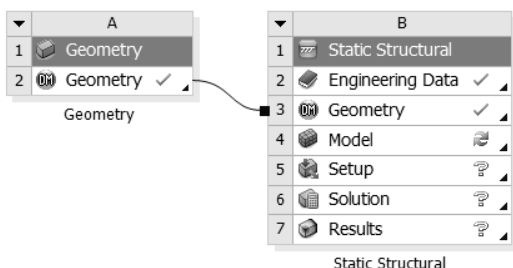

图 13-47 项目数据共享
Step2 : 此时会出现如图 13-47 所示的项目 B , 同时项目 A 的 A2 (Geometry) 与项目 B 的 B2 (Geometry) 之间出现一条连接线 , 此时说明数据在项目 A 与项目 B 之间实现共享。